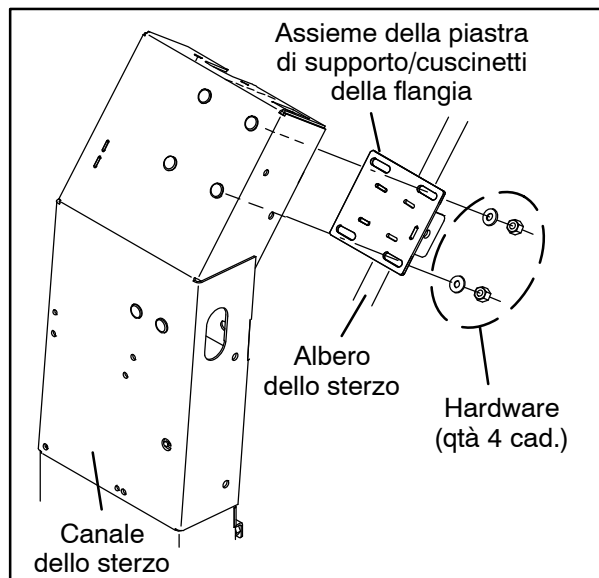

FIG. 46
7. Reinstallare l'hardware per fissare l'assieme della piastra di supporto/cuscinetti della flangia al canale dello sterzo. Non serrare completamente l'hardware. L'hardware verrà fissato in una successiva fase di regolazione. (Fig. 46)